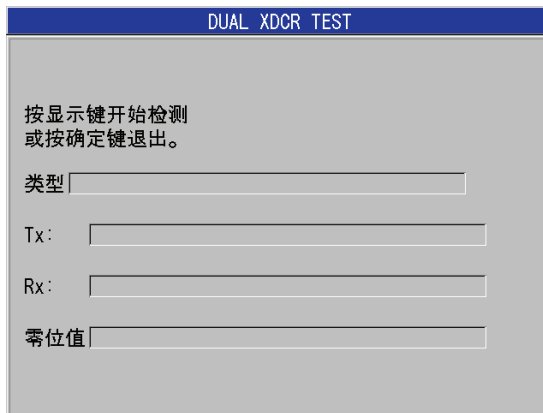

图 15-3 双晶探头测试屏幕
7. 选择 **DUAL XDCR TEST** (双晶探头测试) 后, 在 **DUAL XDCR TEST** (双晶探头测试) 屏幕中 (参见第 239 页的图 15-3 ):